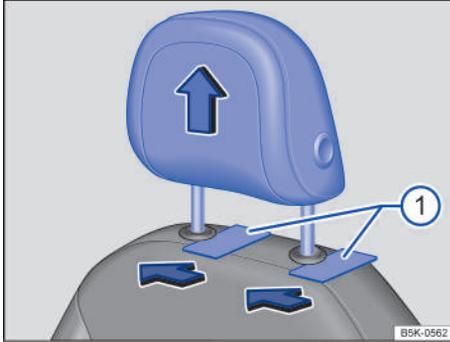
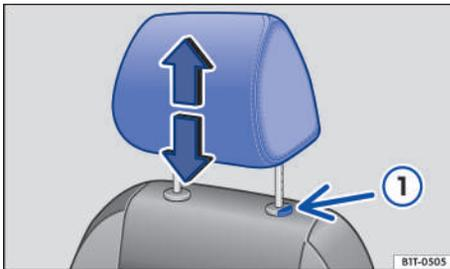

Fig. 66 En el asiento delantero: ajustar el apoyacabezas (variante 1).
Fig. 67 En el asiento delantero: ajustar el apoyacabezas (variante 2).
2. *Variante 1:* Introduzca unos objetos planos, como unas tarjetas de plástico, entre el tapizado del respaldo del asiento y las tapas de las barras del apoyacabezas → fig. 66 . Extraiga el apoyacabezas por completo.
Variante 2: Extraiga el apoyacabezas completamente a la vez que presiona la tecla → fig. 67 .
2. Baje el apoyacabezas a la vez que presiona la tecla → fig. 66  o → fig. 67 .